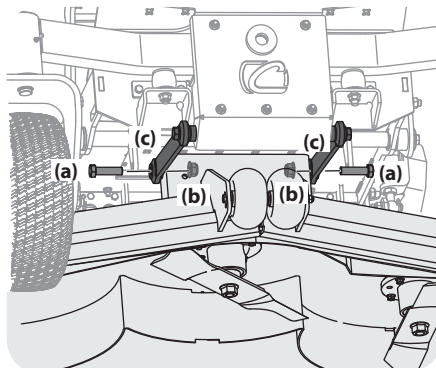

Figure 4-18
8. Retirez les boulons (a) et les écrous autobloquants à bride (b) qui fixent les tiges de commande (c) au plateau de coupe. Voir Figure 4-18.